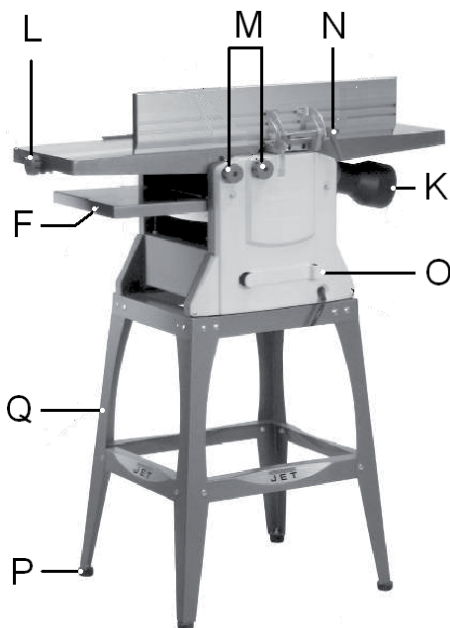

Рис. 2
- Кабель электропитания следует обматывать вокруг крючков для хранения (O, Рис. 2).